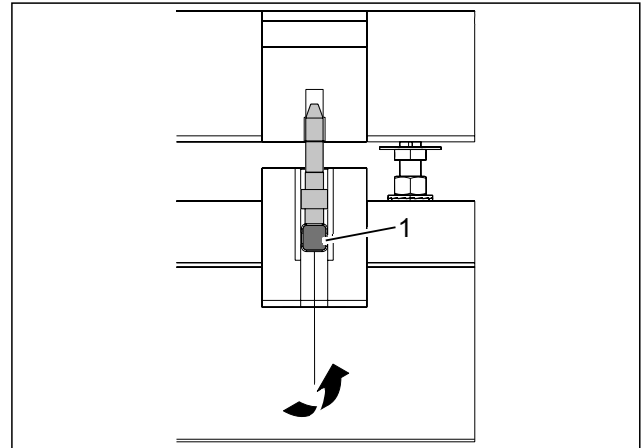

Abb. 6 Verriegelungsbolzen
1. Verriegelungsbolzen („Abb. 6 Verriegelungsbolzen“ auf Seite 10/1) mit Gelenkkurbel ca. eine $\frac{3}{4}$ -Umdrehung lösen.